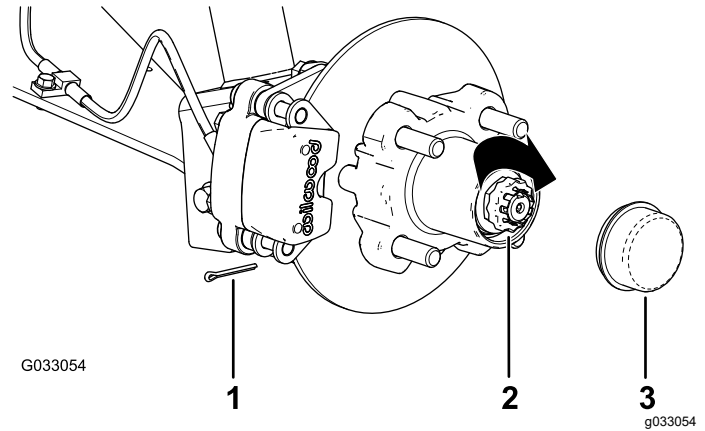

Bild 29
8. Befestigen Sie den Halter über der Mutter und prüfen Sie die Ausfluchtung des Schlitzes im Halter und dem Loch in der Spindel für den Splint (Bild 29).
9. Setzen Sie den Splint ein und biegen Sie jeden Abschnitt um den Halter (Bild 29).
10. Setzen Sie den Staubdeckel auf die Radnabe (Bild 29).